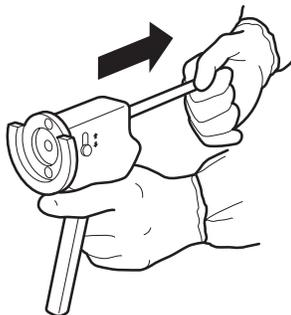

Figura 1
1. Rode a barra para desengatar o sistema impulsor, depois puxe novamente a barra até o disco assentar contra o corpo da pistola de cimento (Figura 1).